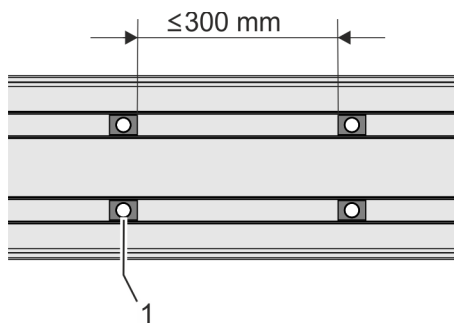

Abb. 23: Nutensteine positionieren
3. ➔ Sicherstellen, dass bei Maximalbelastung ein Abstand von 300 mm zwischen den Nutensteinen (Abb. 23/1) nicht überschritten wird.